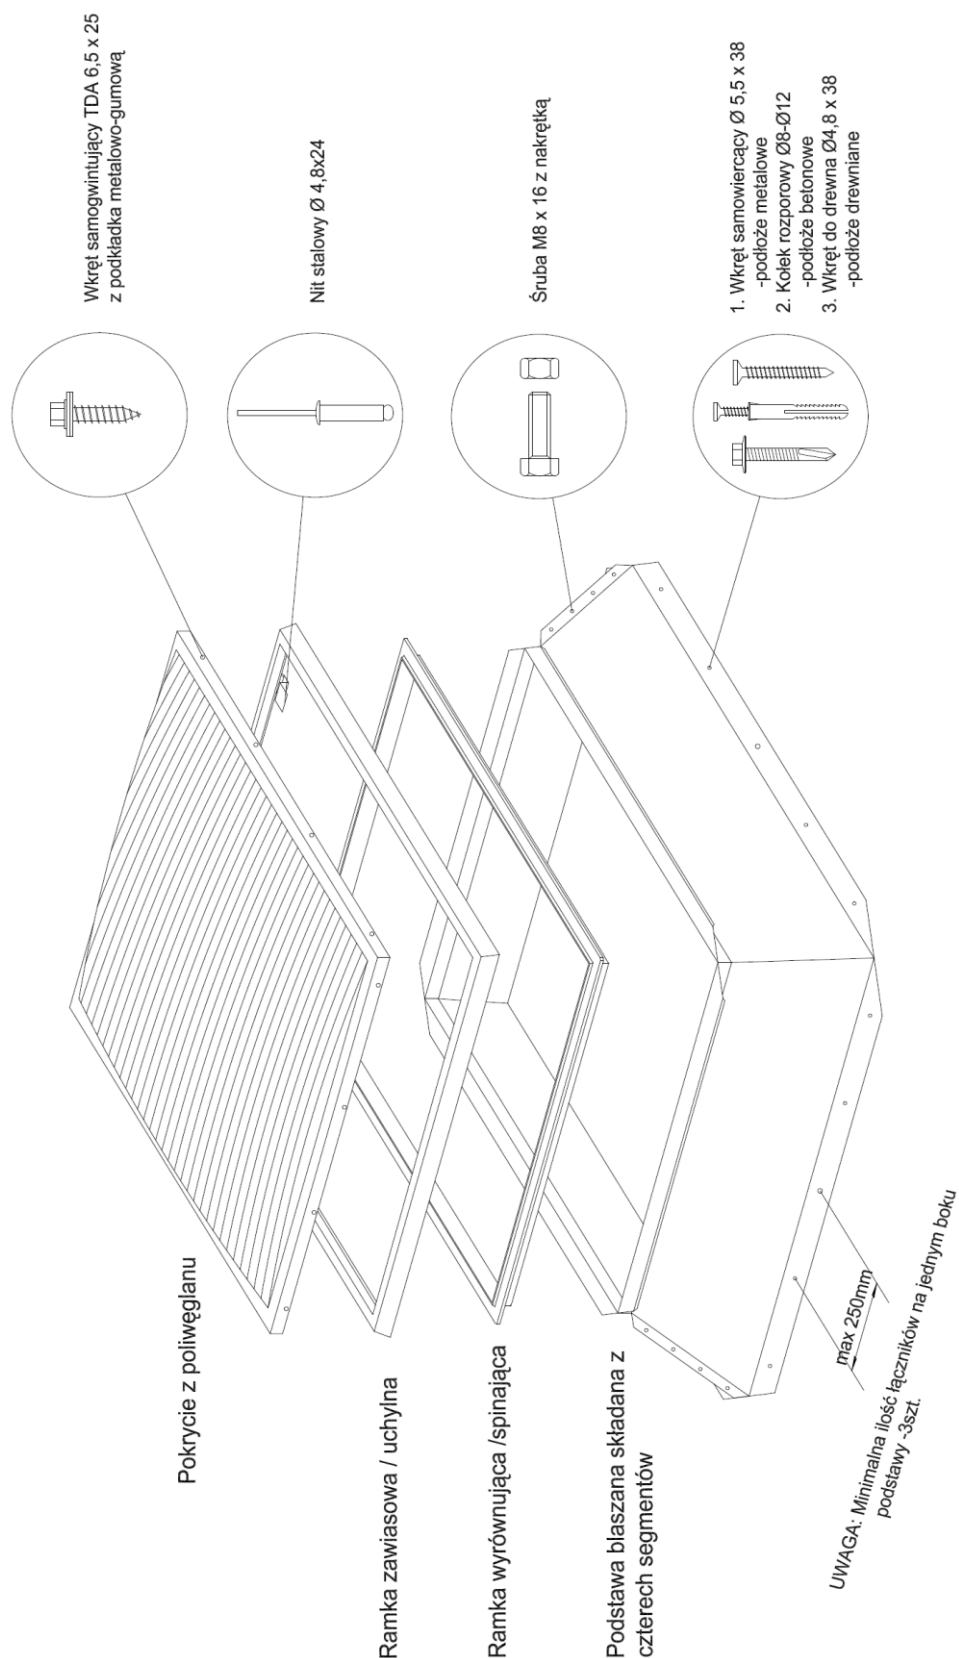

Rys. 4. Świelik AWAK z funkcją przewietrzania wyposażony w siłownik elektryczny - podstawa z laminatu
- rys. 4. Świetlik AWAK z funkcją przewietrzania wyposażony w siłownik elektryczny - podstawa z laminatu